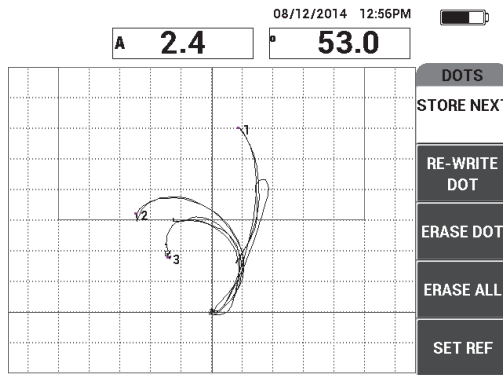

Figura 6-50 Terceiro ponto registrado
8. Deslize lentamente a sonda sobre o terceiro descolamento e, em seguida, pressione **STORE NEXT** (tecla A) para registrar o terceiro ponto (veja Figura 6-50 na página 166).